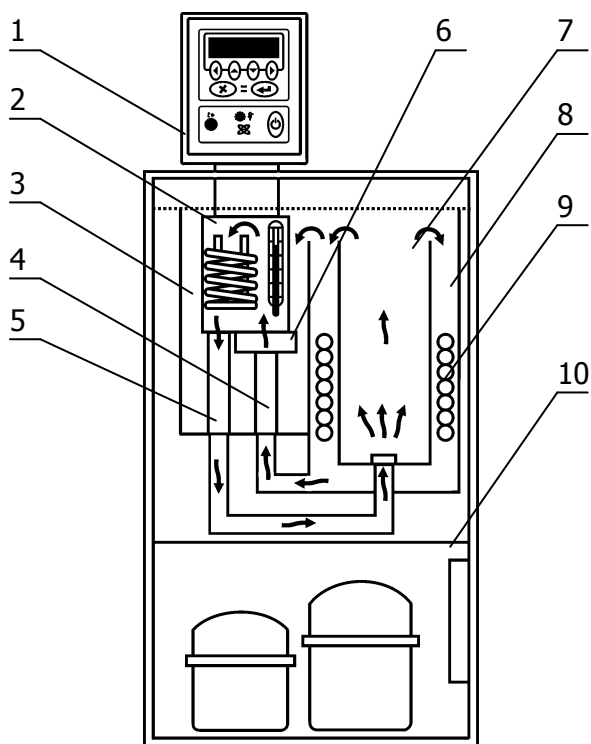

Рисунок 2 - Устройство термостата
1.4.3 Работа термостата заключается в поддержании заданной температуры циркулирующего теплоносителя и обеспечении равномерного температурного поля в рабочей зоне. Циркуляция теплоносителя обеспечивается центробежным насосом 6 расположенным в блоке регулирования температуры (рисунок 2).
1.4.4 Поддержание заданной температуры теплоносителя осуществляется электронным регулятором, расположенными в блоке регулирования температуры 1 (рисунок 2), при помощи датчика температуры и электрического нагревателя. Охлаждение теплоносителя осуществляется с помощью холодильной машины 10 посредством теплообменника 9, установленного во внешней ванне (рисунок 2).